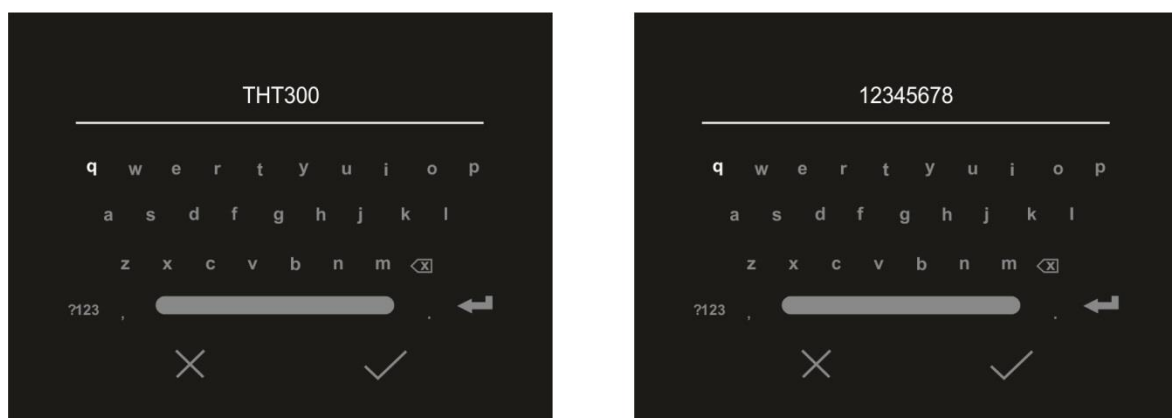

Fig. 15: Definición SSID y Contraseña de la conexión WiFi
3. Toque el texto “SSID” para definir un identificador ID personalizado de la conexión WiFi. La pantalla de Fig. 15 – parte izquierda se muestra en el visualizador
5. Toque el texto “Contraseña” para definir la Contraseña personalizada de la conexión WiFi (por defecto “12345678”). La pantalla de Fig. 15 – parte derecha se muestra en el visualizador